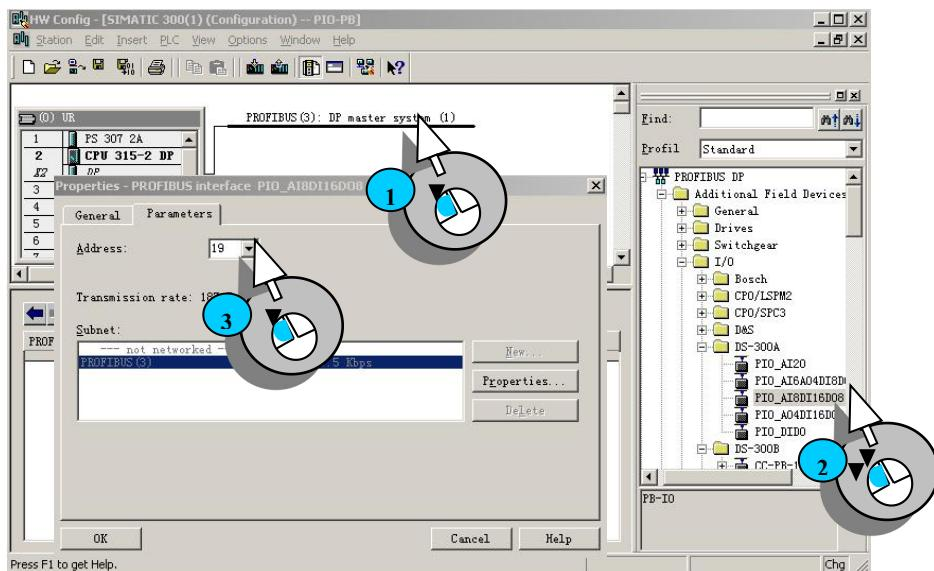
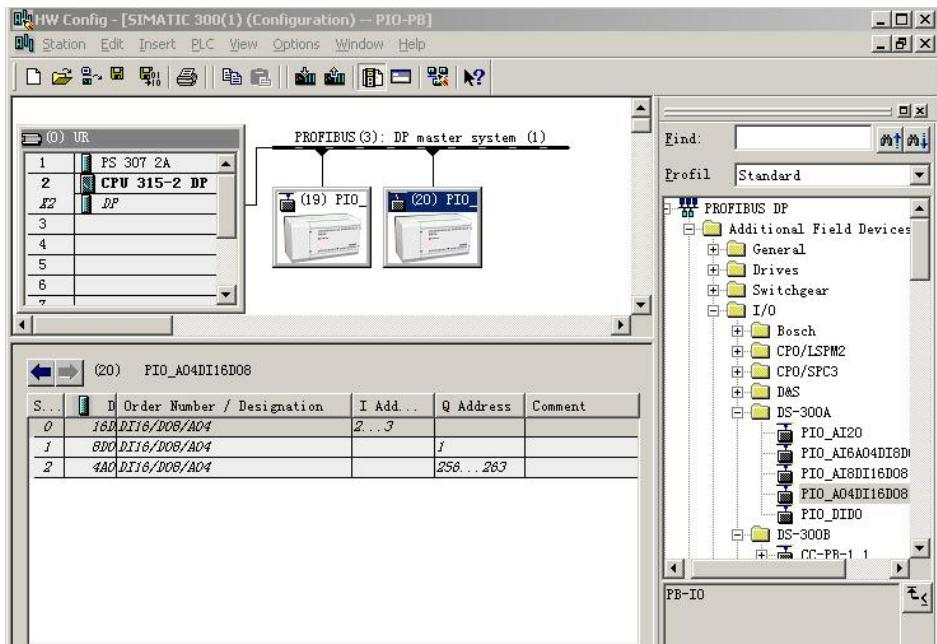

图 2-11 添加 DP 从站，设置从站地址
图 2-13 PIO-AO4DI16DO8 添加到总线中
选中PROFIBUS (1) DP master system总线，变成黑色，再将硬件目录PROFIBUS DP \ I/O \ DS-IO中的PIO-AI8DI16DO8添加至PROFIBUS DP主站系统中。在对话框中，将PROFIBUS从站PIO-AI8DI16DO8地址设为19，再点击“OK”即可。用同样的方法将PIO- AO4DI16DO8的地址设为20(此处的地址19和20必须与两个一体化DS300A设置的DP从站地址相一致)，见下图2-11所示：
按上图2-11的方法将20号从站PIO-AO4DI16DO8添加到DP总线中，见下图2-13所示：